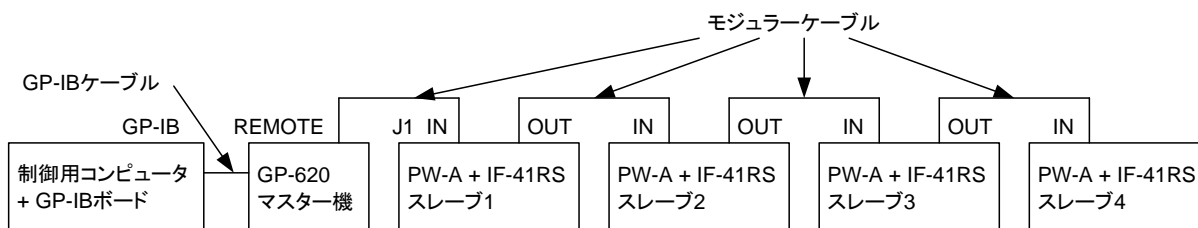

図 8-4. GP-620 を使ったリモートコントロール
- GP-620(当社製品 GPIB アダプタ)を使用して、GP-IB によるコントロールが可能です。図 8-4. のように接続し、PW-A 電源(IF-41RS 内蔵)を 4 台制御できます。コンピュータと GP-620 の接続、設定については GP-620 の取扱い説明書をご覧ください。